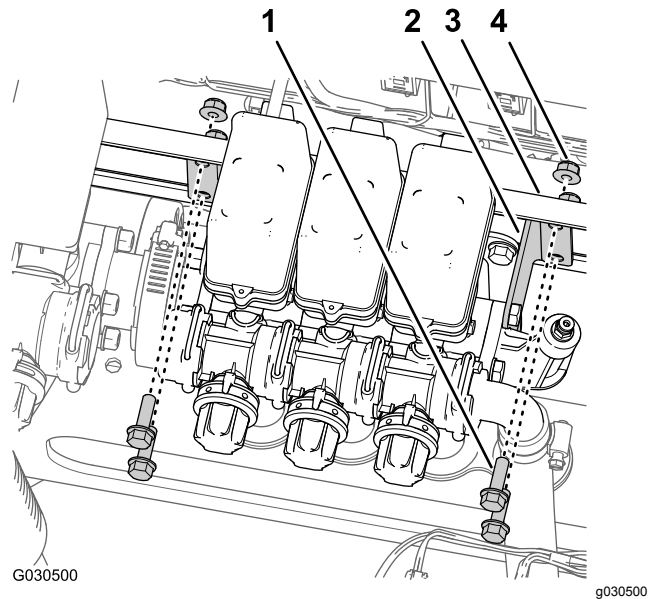

Figure 63
5. Retirez les 4 boulons à embase (5/16" x 1") et les 4 contre-écrous à embase (5/16") qui fixent les supports situés à chaque extrémité des 3 vannes de section de rampe au support de collecteur (Figure 63).